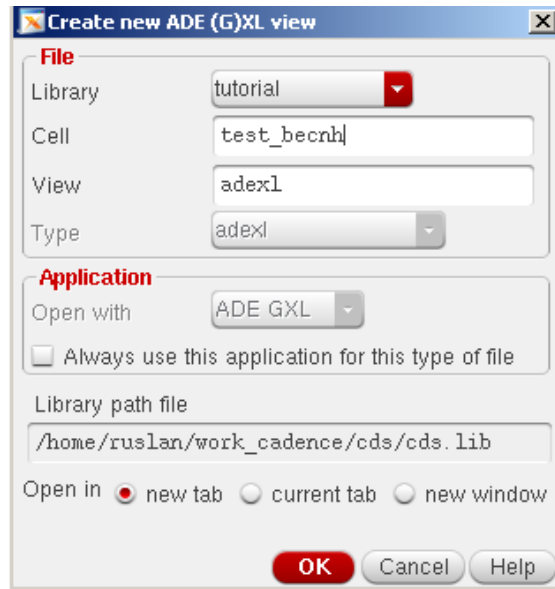

Рис. 17. Вікно Create new ADE(G)XL view
Активуйте *Create New View*. Відкриється вікно *Create new ADE (G)XL view* як на рис. 17. У полі *Type* оберіть *adex1*, а у полі *Open with* – *ADE GXL* і натисніть *OK*.